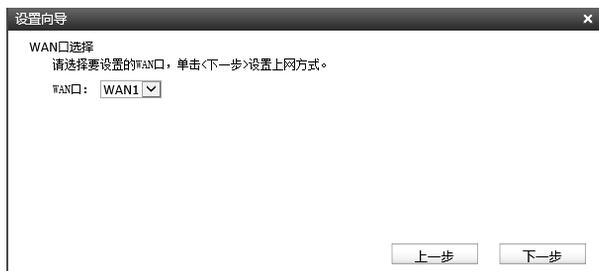

图 5-6 WAN口选择
6. 请选择要设置的WAN口，如图 5-6所示，单击“下一步”，进入上网方式选择界面。